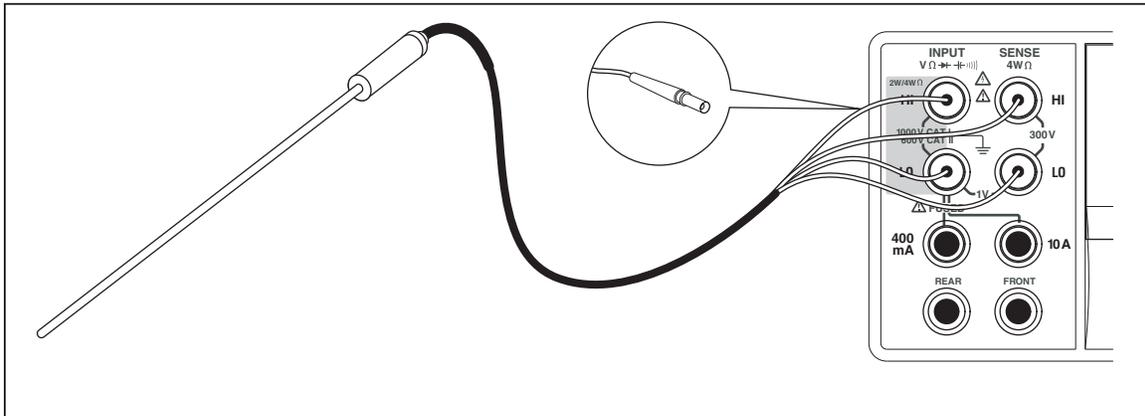

Abbildung 4-7. Temperaturmessungen
1. Den Widerstandstemperturfühler (RTD) gemäß Abbildung 4-7 an **Input HI** und **LO** und dann an **SENSE HI** und **LO** anschließen.